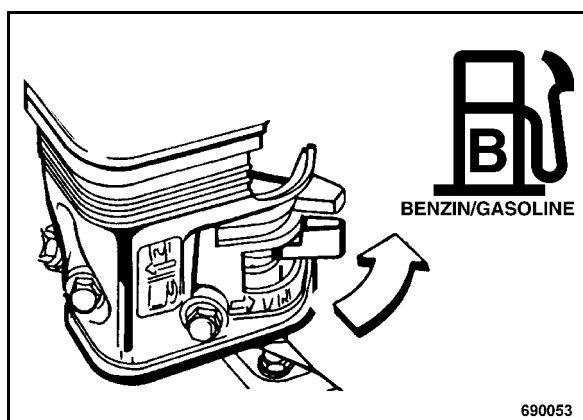

рис. 51
- Открыть топливный кран (рис. 51) в направлении стрелки.